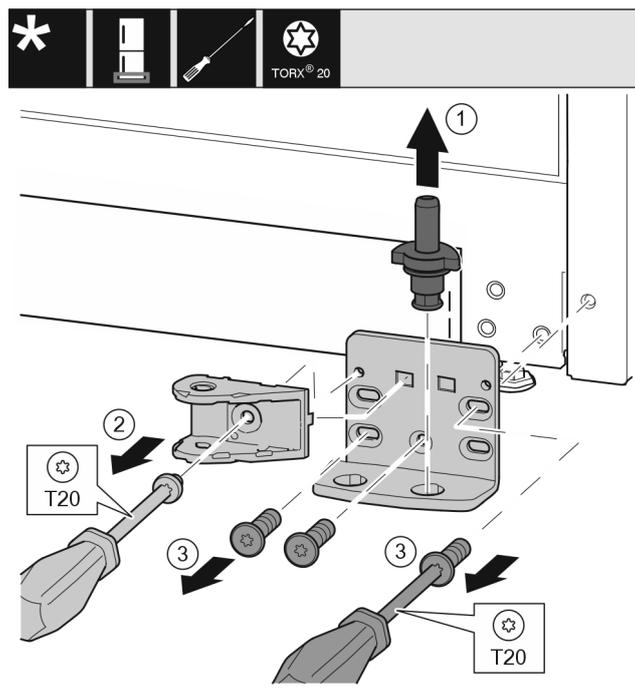

Fig. 24
- ▶ Quitar completamente el perno del cojinete tirando hacia arriba. Fig. 24 (1)
- ▶ Soltar el tornillo con el destornillador T20 y retirar la conexión del amortiguador de cierre. Fig. 24 (2)
- ▶ Soltar los tornillos con el destornillador T20 y extraer el soporte del cojinete. Fig. 24 (3)